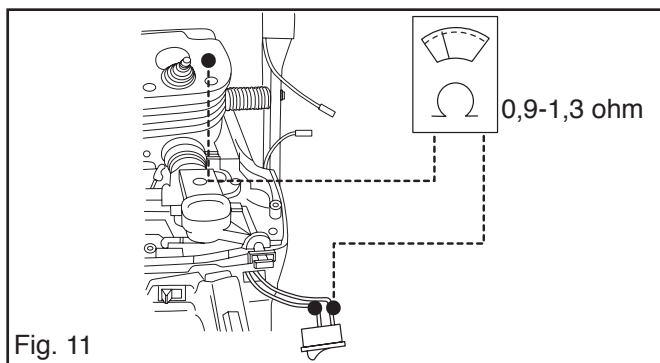

Fig. 11
6. Raccorder l'ohmmètre selon la fig. 11 et mesurer la résistance dans le générateur. L'ohmmètre devra indiquer 0,9-1,3 ohm. Si la valeur est plus élevée, changer le générateur.